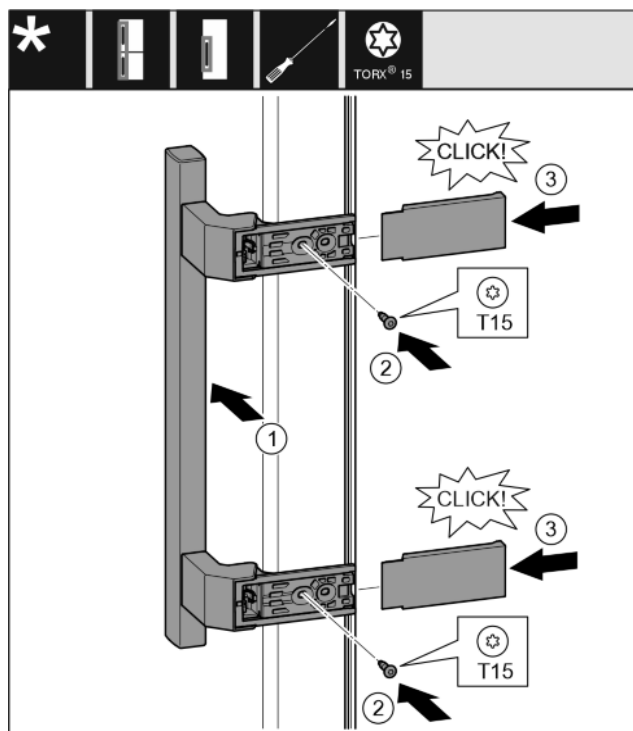

Fig. 31
- ▶ Griff auf der Gegenseite ansetzen. Fig. 31 (1)
- ▶ Schrauben mit Schraubendreher T15 festschrauben. Fig. 31 (2)
- ▶ Abdeckungen seitlich ansetzen und aufschieben. Fig. 31 (3)